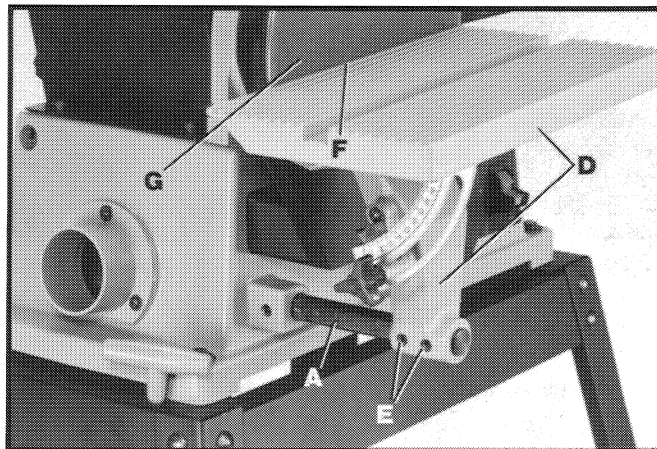

Fig. 15
2. Deslice el conjunto de la mesa (D) Fig. 15 sobre la vara (A). Alinee la parte plana de la vara (A) con los tornillos de fijación (E) y apriete los tornillos para sostener el conjunto de la mesa (D) en su sitio sobre la vara de apoyo (A).
3. **ADVERTENCIA:** Para evitar atrapar el material o los dedos entre la mesa y el disco de lijado, el borde de la mesa (F) Fig. 15 debe colocarse a un máximo de 1/16 de pulgada del disco de lijado (G). Afloje los tornillos (E) y ajuste la mesa correspondientemente.